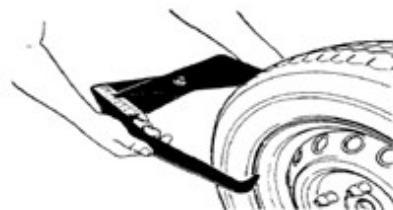

Fig.2
- Gebruik de breedtemeter om de breedte waarde af te lezen (**Fig. 2**), druk op **b+** en **b-** om de waarde "b" in te stellen.